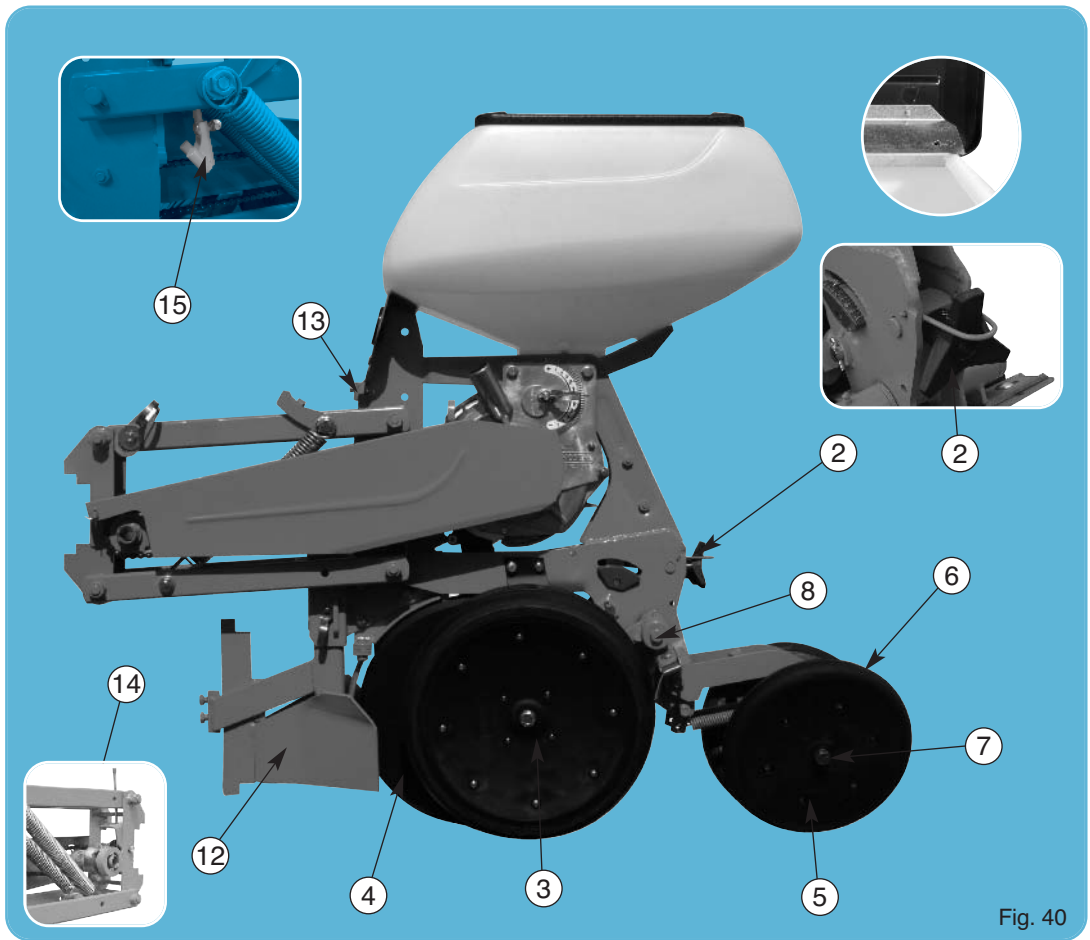
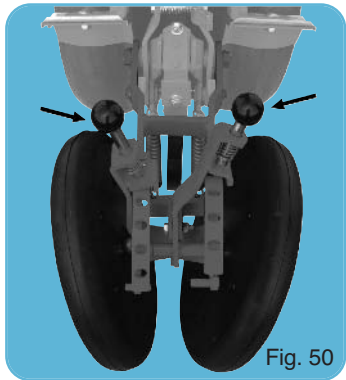

Fig. 40
Fig. 50
- Bloc tasseur arrière ouvert et réglable (fig.50) voir page 31
- Béquille d'élément, butée basse ⑤. Voir page 31
- Blocage du couvercle en position ouverte (fig. 40).
- Coupure de rang mécanique à levier ⑭ (fig. 40).
- Rear open and adjustable press wheel unit (fig. 50) See page 31
- Metering unit stand, low part ⑤. See page 31
- Cover blocking part in open position (fig. 40).
- Задний прикатывающий блок открытого типа: возможности регулировки (рис.50)